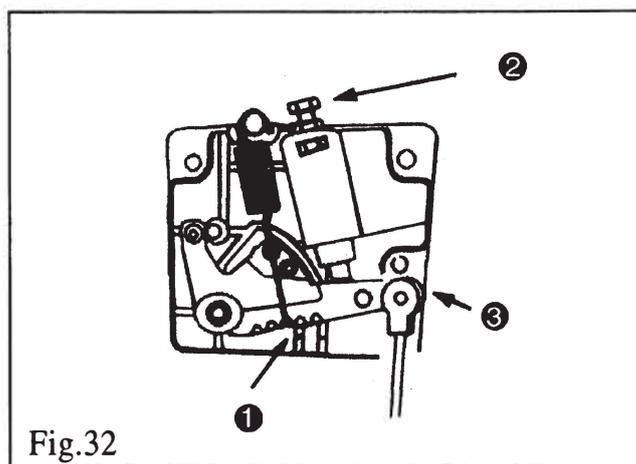

Fig.32
27. PEDAL. PRESIÓN Y PEDALADA (FIG.32)